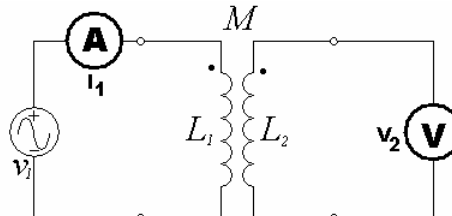

Figura 10
Utilize o esquema indicado na Figura 10 para aplicar uma tensão qualquer ($3-7 V_{rms}$) senoidal em 60Hz para V_1 . Meça a corrente I_1 e com a equação (13) calcule o módulo de M . Insira os dados na Tabela 6.